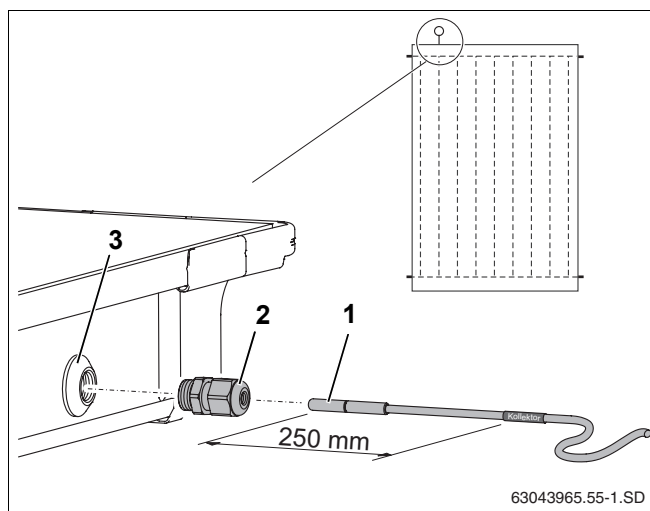

Fig. 51 Se împinge senzorul în colector
Pentru o funcționare ireproșabilă a instalației solare, este necesar ca senzorul colectorului (Fig. 51, **Poz. 1**) să se împingă până la refuz (opritor – corespunde cu cca. 250 mm) în conducta pentru senzor.
- Cu senzorul sau cu o șurubelniță trebuie realizat un strat etanș la trecerea senzorului (Fig. 51, **Poz. 3**).
- Îmbinarea cu cleme (Fig. 51, **Poz. 2**) pentru trecerea senzorului.
- Se strânge îmbinarea senzorului (Fig. 51, **Poz. 2**).
Dacă aveți o trecere a senzorului (Fig. 51, **Poz. 3**) a unui alt colector, aceasta trebuie etanșată cu dopuri din setul de racord. Înainte, trebuie să îndepărtați piulițele care se găsesc la trecerea pentru senzor (Fig. 51, **Poz. 2**).